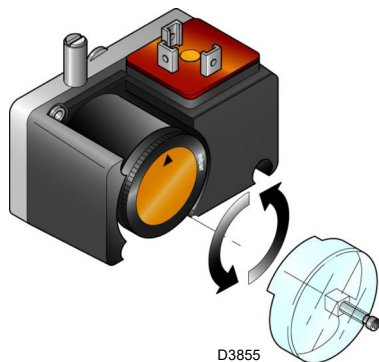

Fig. 34
- Regular el presostato para el control de estanqueidad (Kit PVP)(Fig. 34 a pág. 34), si está presente, según las instrucciones suministradas con el kit.
Regular el presostato para el control de estanqueidad (kit PVP)(Fig. 34) si está presente, según las instrucciones suministradas con el kit.